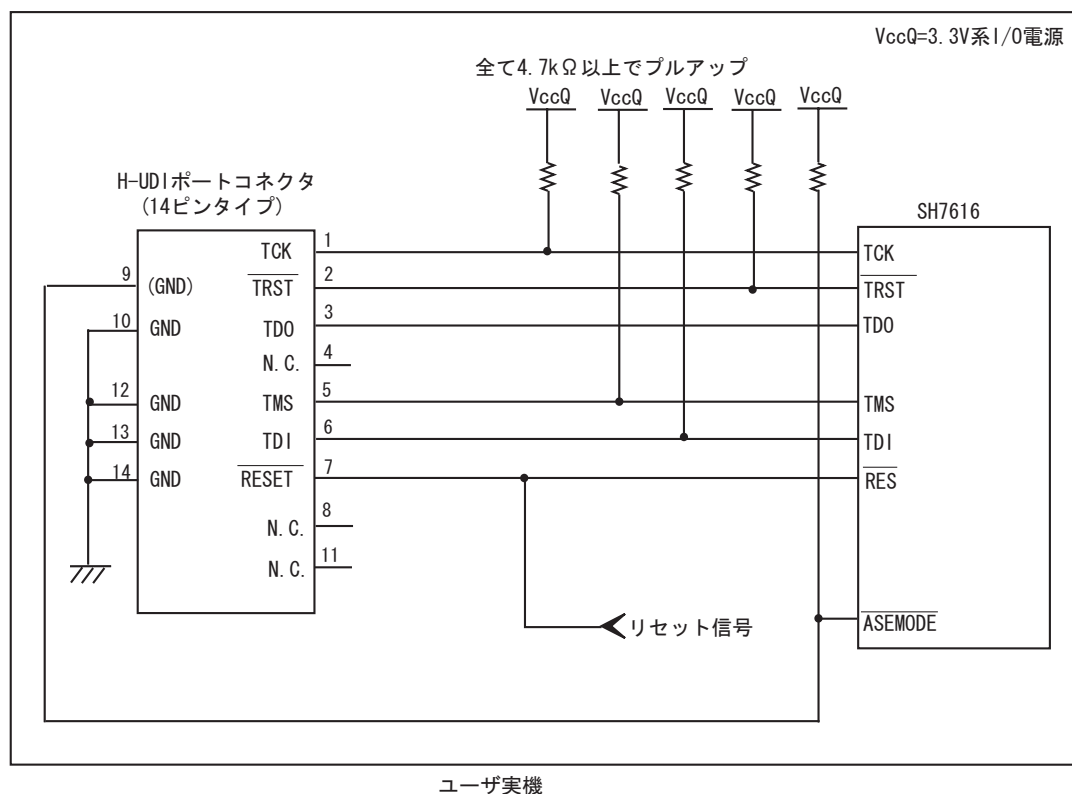

図 1.3 E10A-USB 使用時の H-UDI ポートコネクタ - チップ間の接続例
E10A-USB エミュレータ使用時のH-UDIポートコネクタ(14ピンタイプ)とチップ間の推奨接続例を図 1.2、UVCC 未接続時の接続例を図 1.3 に示します。
6. 図 1.2, 図 1.3 に記載されている抵抗値は、参考値です。
- 図 1.3 接続例で回路を組んだ場合の E10A-USB エミュレータのスイッチ設定：SW2=0, SW3=1 スイッチ設定の詳細は、「SuperH™ファミリ用 E10A-USB エミュレータユーザーズマニュアル デバッグ編 3.8 章 DIP スイッチの設定」を参照してください。